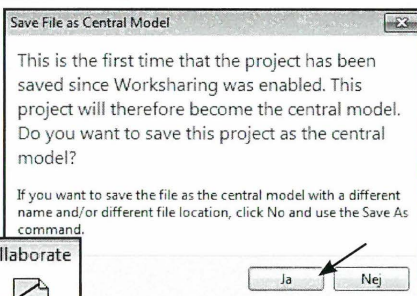

Fig. 16.08.
- Har man valgt at gemme et eksisterende projekt, vil Revit nu advare om, at filen bliver lavet om til en *Central File*. Skal filen deles med andre, er det vigtigt den gemmes et sted, hvor alle har adgang til den. Tryk *Ja* (Fig. 16.08).